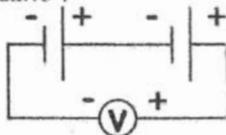

Figura 2.22
- k) Conecte dos pilas (serie aditiva) según se muestra en la figura 2.22, mida y anote en la tabla 2.22 el voltaje total entre terminales, a continuación repita lo mismo con 3 y 4 pilas en conexión "serie aditivo".